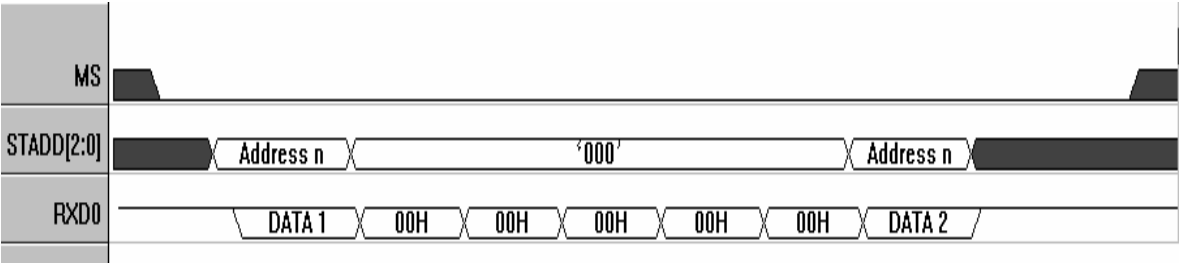

图 5 只向一个子串口连续发数据时序图
**注意：**由于母口波特率是子口波特率的 6 倍，母口发送 6 帧的时间子口才能发送一帧，所以若只需要对一个子口进行连续发送，则必须对母口发送进行延时操作，延时可采用延时程序实现，也可通过对母串口发送无效数据来实现，具体方法为将地址线 STADD 置为全 0，然后对母串口写 0x00。例如只需要对子串口 2 连续写两帧数据，则先向子串口 2 发送一帧数据，然后将地址线置为 0，MCU 发送 5 个 0x00，然后再向子串口 2 发送第二帧数据，**若不进行延时操作或发送延时数据不为 0x00 将导致不可预料的结果**。只向一个子串口连续发数据的时序如图 5 所示。如果需要向所有子串口发送，则不需要延时操作，只需要依次向各个子串口发送即可。